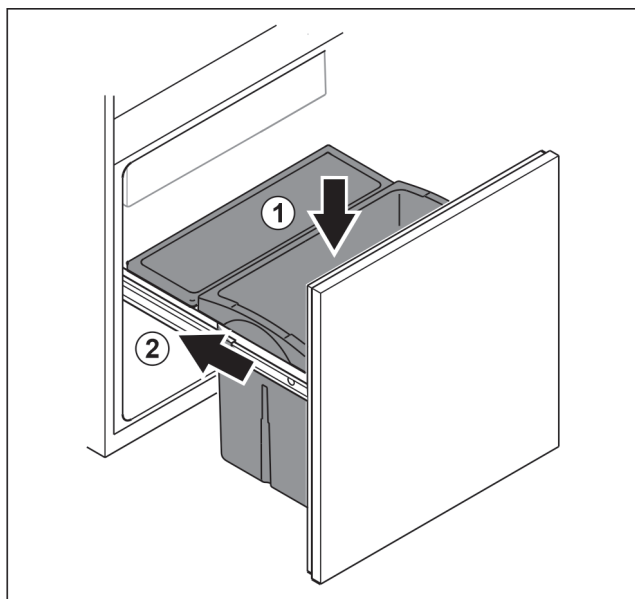

Fig. 101
- ▶ Vložte zásuvku zhora. Fig. 101 (1)
- ▶ Zasuňte vyťahovací vozík. Fig. 101 (2)